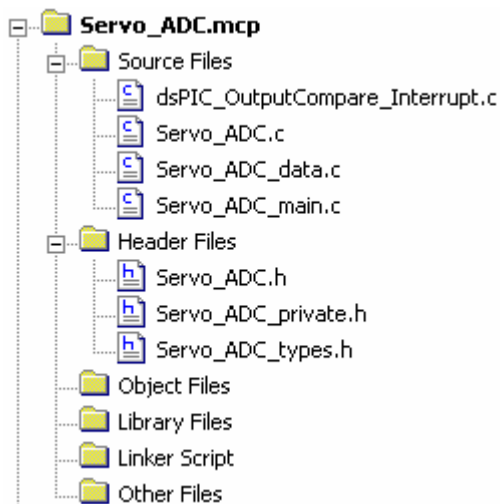

Рис. 20. Структура MCP проекта Simulink модели Servo_ADC.mdl в среде MPLAB.
6. Откройте проект: меню > Project > Open > **Servo_ADC.mcp** (Рис. 20).